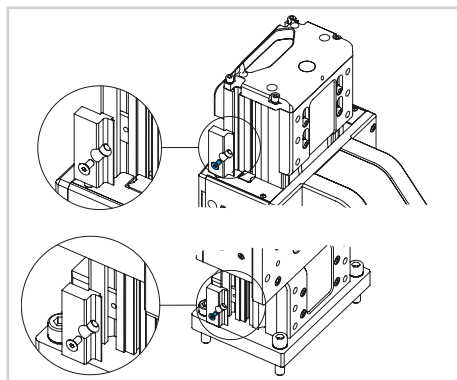

Fig. 27
- 3) Fissare il sensor dog in posizione (Fig.27).